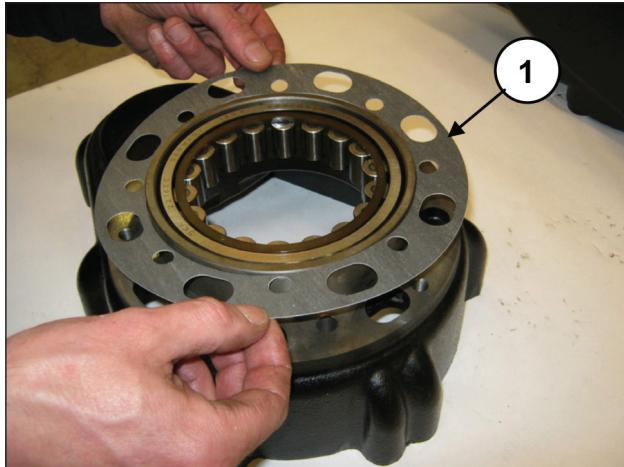
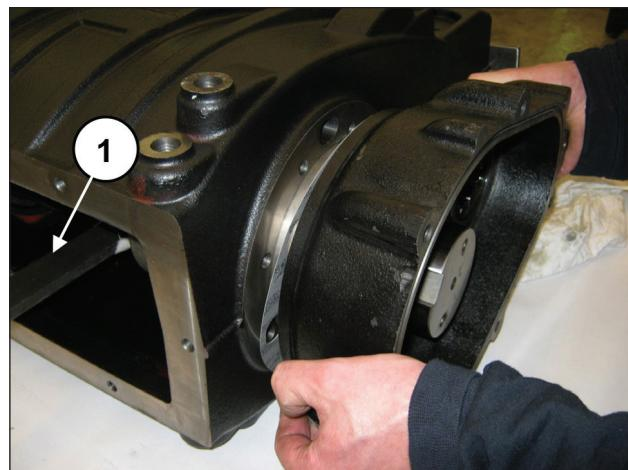

Fig. 63
Fig. 64
Dal lato opposto inserire la guarnizione laterale sulla scatola riduttore (pos. ①, Fig. 63) e sollevare l'albero a gomiti per favorire l'inserimento del coperchio (pos. ①, Fig. 64).